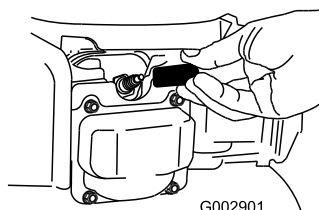

Рисунок 41
2. Отсоедините провод от свечи зажигания (Рисунок 41), прежде чем выполнять любые процедуры технического обслуживания.